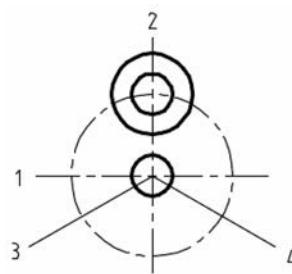

图 2-23 绘制法兰盘步骤二
(2) 分别画圆，直径为  $\phi 10$  mm、 $\phi 20$  mm、 $\phi 40$  mm，如图 2-23 所示。